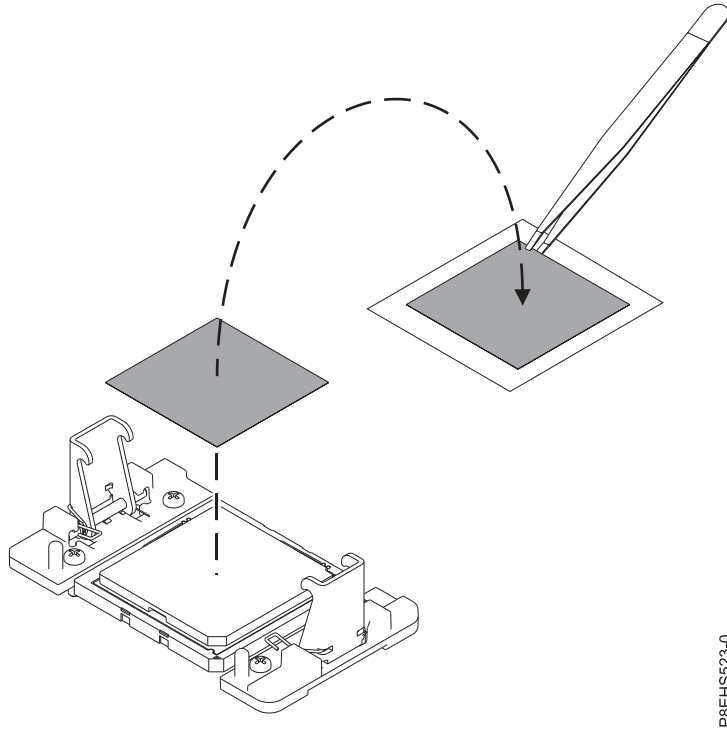

Figura 124. Extracción del TIM de color gris del procesador
9. Si el sistema utiliza el material de interfaz térmica (TIM) de color gris: mediante unas pinzas, extraiga el TIM de color gris de la parte superior del procesador y póngalo en una superficie seca y limpia, tal como se muestra en la Figura 124 en la página 109. El sistema puede utilizar dos tipos de TIM. Un TIM es de color plateado con esquinas redondeadas y normalmente se adhiere al dissipador térmico. El otro TIM es de color gris oscuro con esquinas cuadradas y no se adhiere. El TIM de color gris se tiene que quitar antes extraer el procesador.